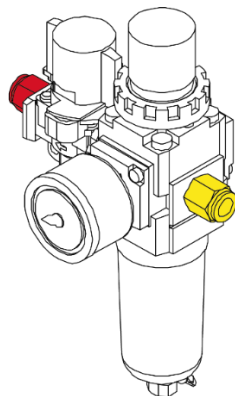
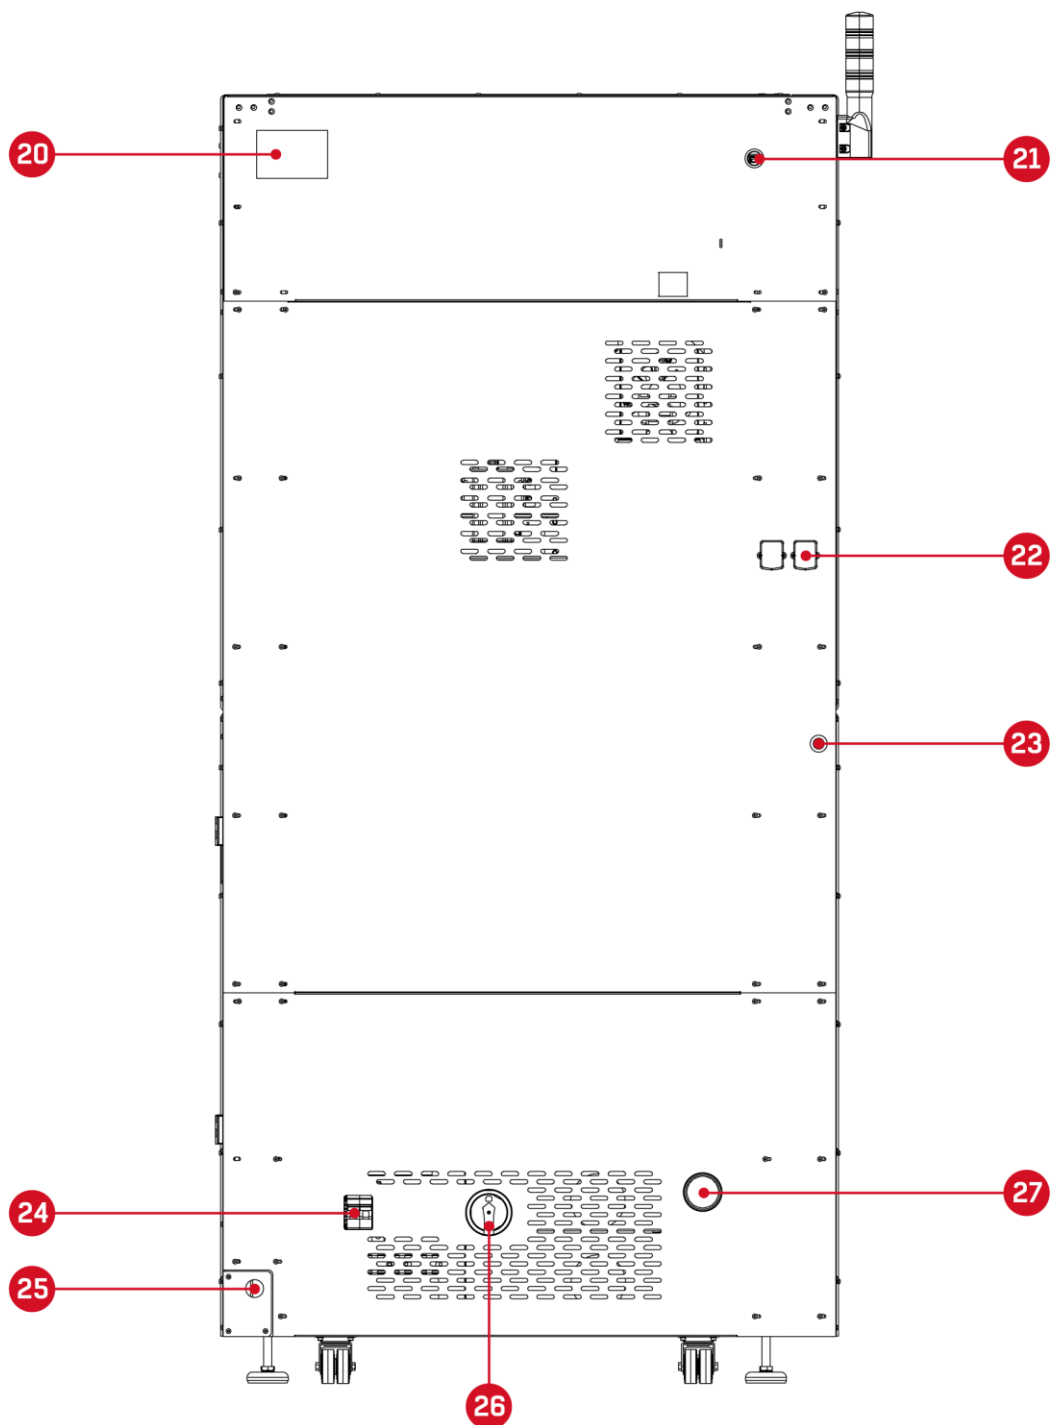

Рис. 9. Монтаж пневматических разъемов на блок подготовки воздуха
Рис. 23. Принтер 3DGence INDUSTRY F420 – вид сзади:
После того как принтер будет правильно установлен и выровнен, необходимо подключить устройство к источнику питания. Вход для кабеля питания расположен в задней части устройства (рис. 23, поз. 25). Характеристики подключения приведены в пункте 1.7 раздела II. Процедура включения устройства описана в пункте 2.1 раздела V.
1. Установить на блок подготовки воздуха два пневматических разъема, входящих в комплект поставки. Один - на входе сжатого воздуха (рис. 9, красный), а другой - на выходе сжатого воздуха (рис. 9, желтый).
4. Вставить один конец более короткого полиуретанового шланга из комплекта поставки в пневматический разъем блока подготовки воздуха для подсоединения к принтеру (рис. 9, желтый), а другой конец – в принтер (рис. 23, поз. 23).
5. Вставить один конец более длинного полиуретанового шланга из комплекта поставки во вход для сжатого воздуха блока подготовки воздуха (рис. 9, красный), а другой конец – в компрессор.
2. Подключить другой конец кабеля WLAN, входящего в комплект поставки, к разъему адаптера LAN/WLAN принтера (рис. 23, поз. 21).
Если в пункте <Network type> (Тип сети) вы выбрали кабельное подключение <Wired>, извлеките адаптер WLAN из принтера и подключите кабель локальной сети LAN к разъему адаптера LAN/WLAN на принтере (рис. 23, поз. 21). Сетевое соединение обозначается статусом <Connected> в нижней части экрана.
Главный выключатель принтера расположен на задней панели устройства и обеспечивает питание всех систем внутри устройства (рис. 23, поз. 26). Выключатель оснащен 4-мя токовыми цепями. Когда принтер оснащен источником бесперебойного питания, питание отключается как вверх, так и вниз по модулю. Это прекращает питание устройства от источника бесперебойного питания, когда необходимо полностью выключить его. Рекомендуется использовать главный переключатель для выключения устройства после процедуры безопасного отключения с панели оператора (кнопка питания на передней панели устройства). Текущие процессы будут завершены, а устройство завершит работу после того, как печатный модуль и рабочая камера остынут; в противном случае может произойти необратимое повреждение основных компонентов.